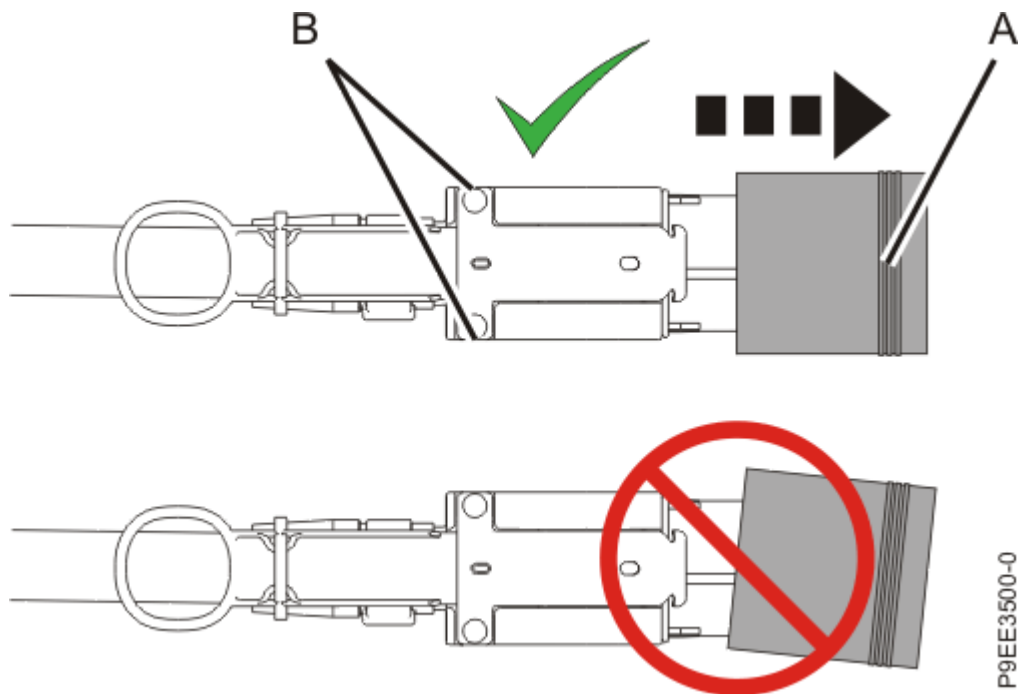

Figure 5. Retrait du capot de protection du connecteur sur le câble de tiroir d'extension
- b. Saisissez le capot de protection par son bord long **(A)** avec les doigts de l'autre main et tirez dessus pour le retirer. Voir Figure 5, à la page 7.